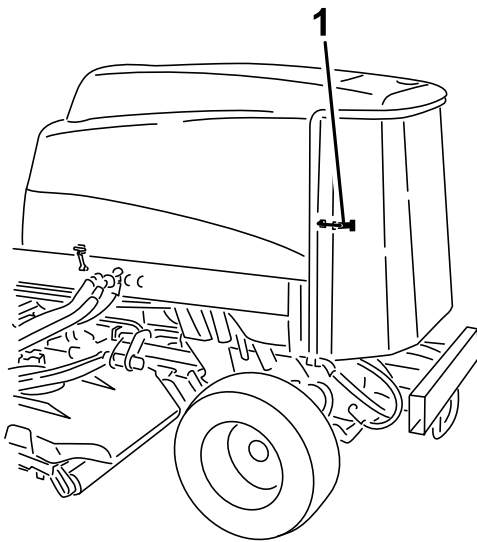

図 90
2. 後部スクリーンのラッチを外してスクリーンを開く 図 90。